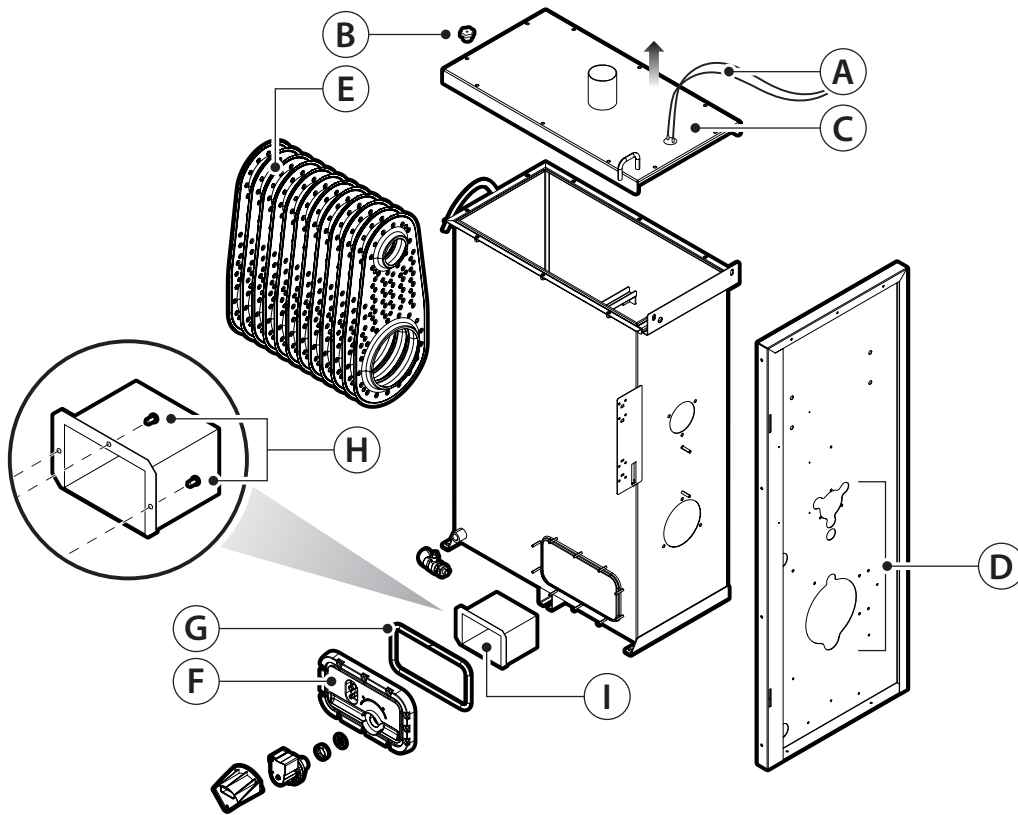

Fig. 17.d
- sconnettere i cavi degli elettrodi antischiuma (A - fig. 17.d);